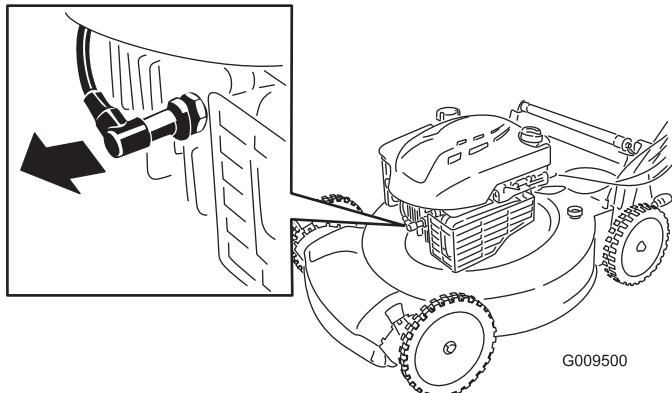

Figura 22
- Desconecte el cable de la bujía (Figura 22) antes de realizar cualquier procedimiento de mantenimiento.